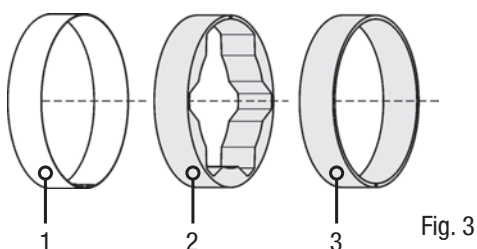

Fig. 3
- El kit incluye dos piezas de fieltro insertadas (pos. 2 y pos. 3, véase fig. 3).